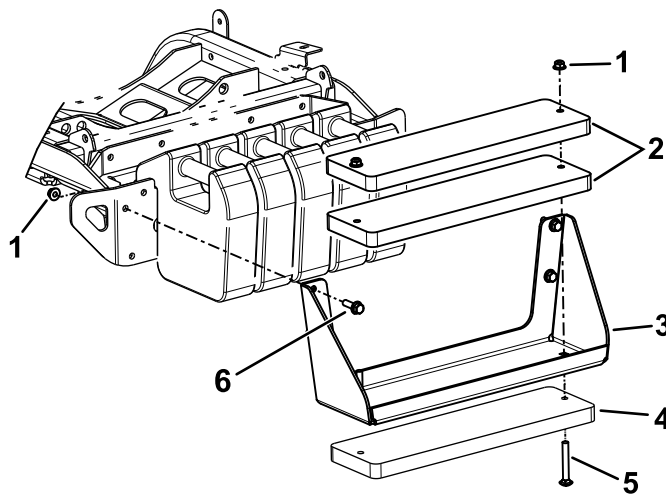

Bild 22
Hinweis: Siehe Bild 22 für diese Schritte.
- A. Befestigen Sie die drei Gewichte mit den Schrauben ($\frac{3}{8}$ " x 4") und Muttern ($\frac{3}{8}$ " an der Ballasthalterung (Bild 22).
- B. Verwenden Sie die Sechskantschrauben und Muttern (im Kit enthalten), um die Ballasthalterung an der Maschine zu befestigen (Bild 22).
- A. Entfernen Sie die Ballasthalterung von der Maschine (Bild 22).
- C. Befestigen Sie die drei Gewichte mit den Schrauben ($\frac{3}{8}$ " x 4") und Muttern ($\frac{3}{8}$ " an der Ballasthalterung (Bild 22).
- D. Verwenden Sie die zuvor entfernten Befestigungselemente, um die Ballasthalterung an der Maschine zu befestigen (Bild 22).